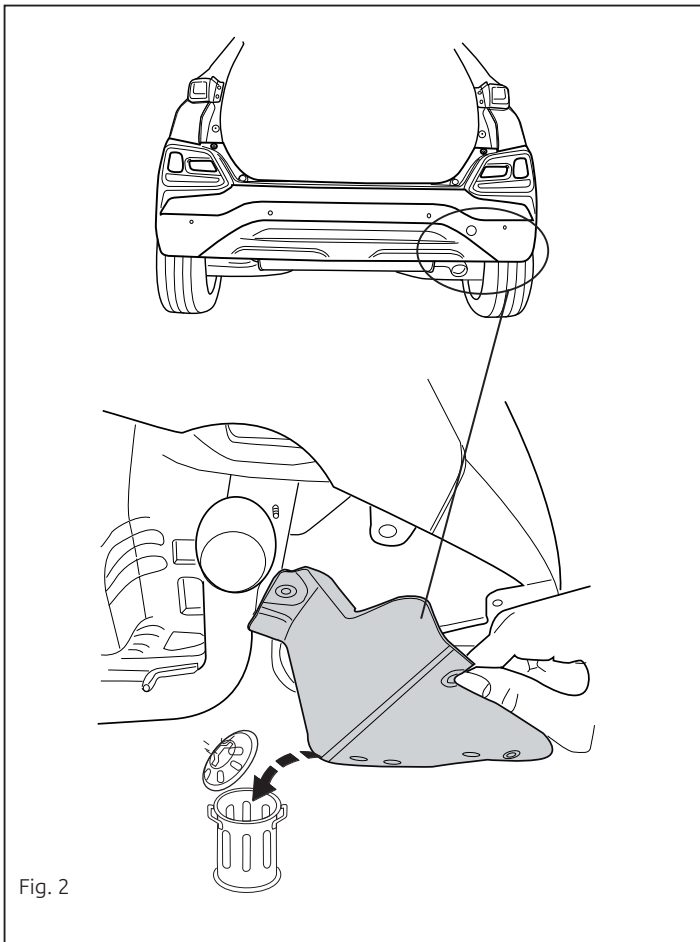

Fig. 2
2. Снять пластмассовые защитные колпаки. См. рисунок 2.